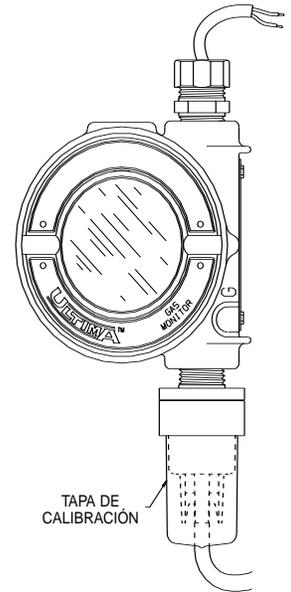

Figura 2. Configuración de la calibración
1. Conecte un cilindro de gas cero o instale la tapa de calibración del juego en el extremo de la entrada del sensor del monitor de gas Ultima (FIGURA 2). Espere dos minutos.